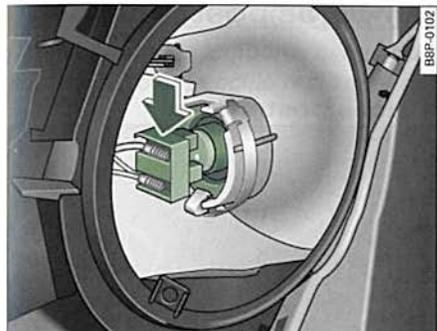

Fig. 253 Base portálámpara para la luz de carretera
- Haga presión, hacia abajo, sobre la lámpara en el conector de plástico ⇒ fig. 253 y extraiga el conector junto con la lámpara de la carcasa del faro.